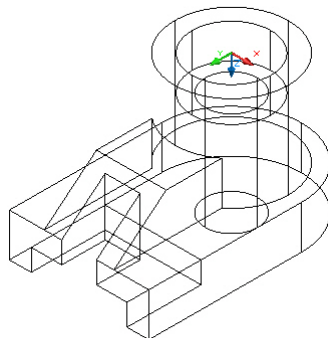

图 9-14 三维线框显示实体
(2) 三维线框选项用于显示用直线和曲线表示边界的对象，坐标系将显示一个已着色的 UCS 图标。如图 9-14 所示为实体三维线框视觉样式效果图。